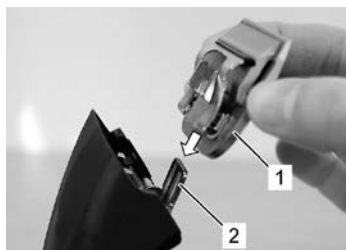

Fig. 14
6. Inserte el cabezal de corte deseado en la charnela de la cuchilla y ciérrelo presionando ligeramente hacia la máquina de cortar pelo mientras esta está en marcha (Fig. 14 hasta Fig. 16).